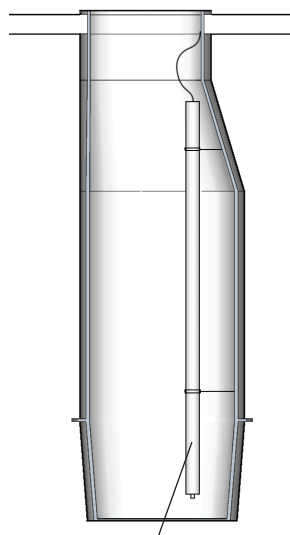

Fig. 1.
1. Gör en bädd med singel eller makadam Bild 1